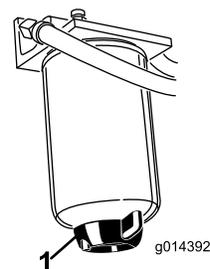

Figure 30
Vidangez chaque jour l'eau ou autres impuretés qui se trouvent dans le séparateur d'eau (Figure 30).
2. Dévissez le bouchon de vidange en bas de la cartouche du filtre (Figure 30).